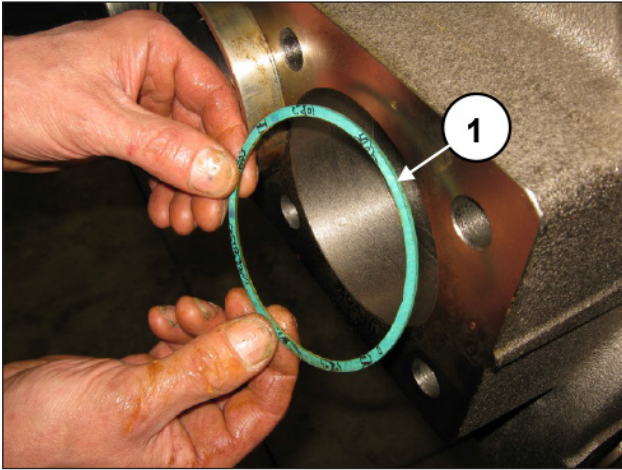
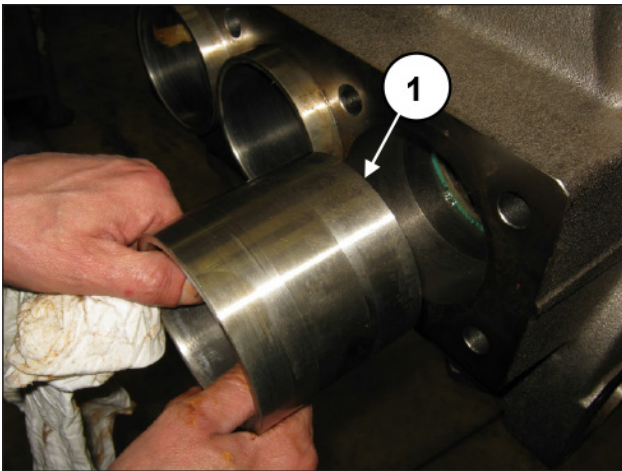

图 135
图 136
将泵头的液压缸底座中插入密封圈(位置①，图 135)和液压缸(位置①，图 136)。